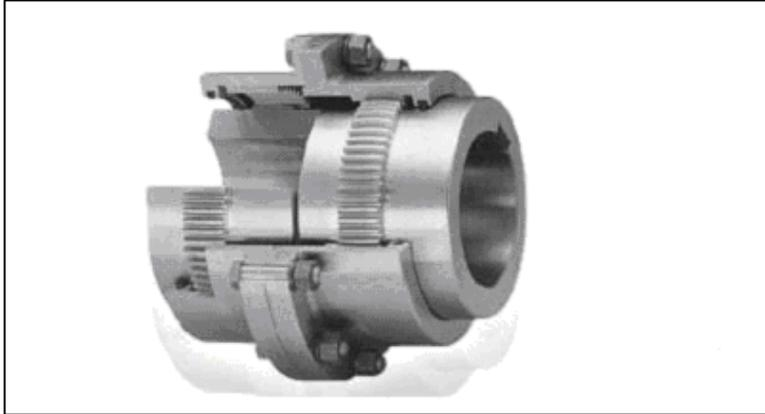

Figura 47 - Acoplamento de Engrenagem
C) Acoplamento com engrenagens (*Fast Flexible Coupling*). Este tipo possui engrenagens interna e externa, sendo o torque transmitido pelos dentes das engrenagens. Devemos notar Que este tipo necessita de lubrificação. Figura 47.